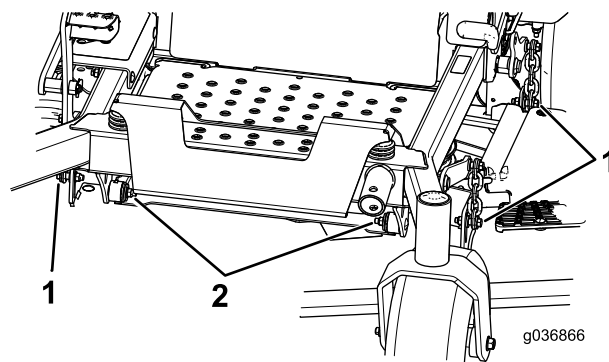

Figura 81
7. Rimuovete e conservate dadi e bulloni su ambo i lati della macchina (Figura 81).